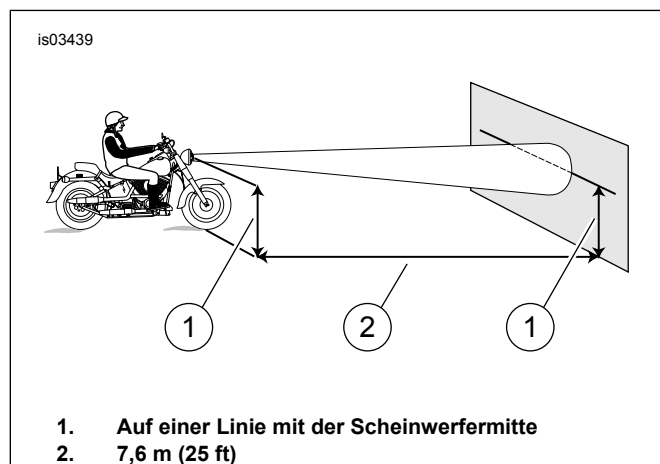

Abbildung 7. Scheinwerfereinstellung
3. Siehe Abbildung 7. Das Motorrad 7,6 m (25 ft) vor eine Leinwand oder Wand stellen. Den Abstand von unmittelbar unterhalb der Vorderachse zur Unterseite der Leinwand oder Wand messen.